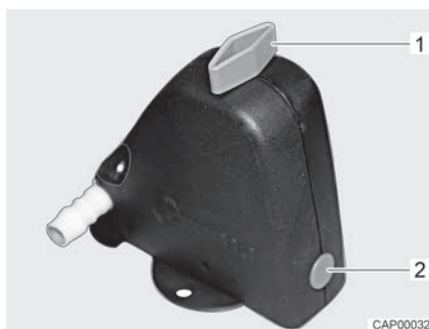
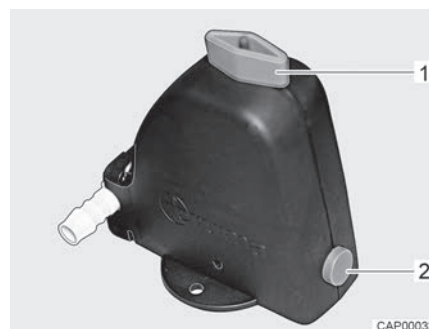

Fig. 145 Valve de sécurité et de vidange fermée
Fig. 146 Valve de sécurité et de vidange ouverte
- Ouvrir la valve de sécurité et de vidange (Fig. 145). Tourner le bouton rotatif (Fig. 145,1) dans le sens longitudinal par rapport à la valve de sécurité et de vidange. Le bouton-poussoir (Fig. 145,2) ressort. La valve de sécurité et de vidange ouverte est représentée à la Fig. 146.